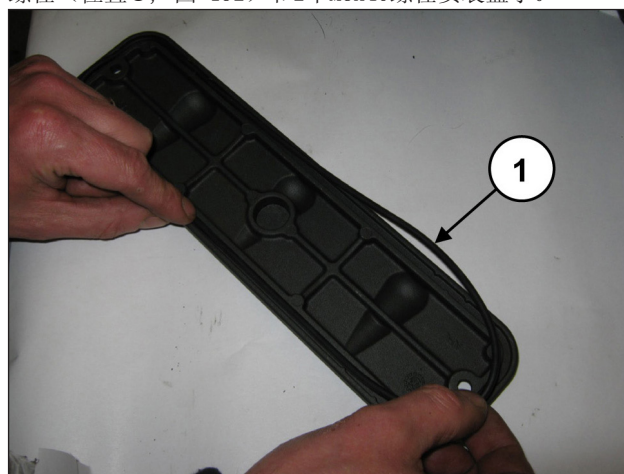
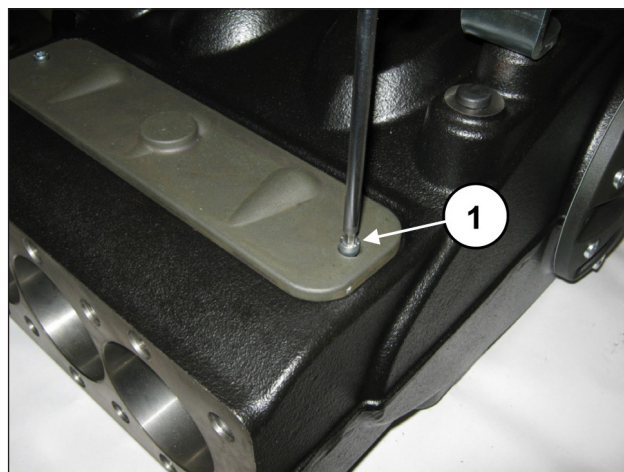

图 191
图 192
在检测盖上插入O形圈 (位置①, 图 191), 并使用2个M6x14螺栓 (位置①, 图 192) 和2个M6x40螺栓安装盖子。